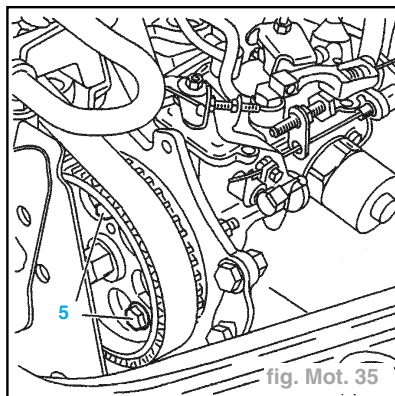

fig. Mot. 35
- Piger le pignon de pompe d'injection avec 2 vis (5) M8x1,25 x 35 (fig. Mot. 35).
- Déposer les deux vis (5) de pigeage du pignon de pompe (fig. Mot. 35).